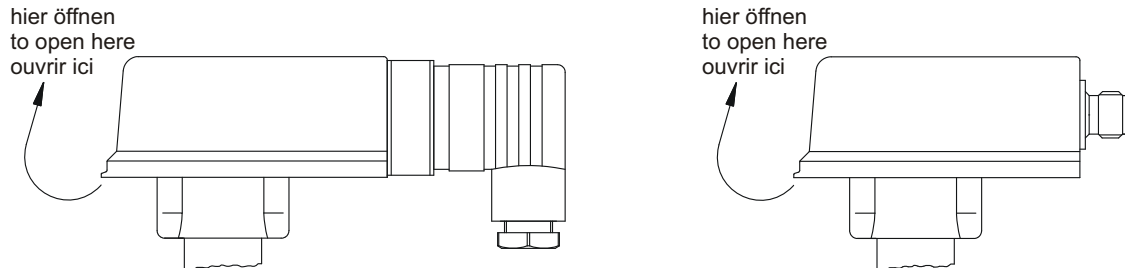

Abb.17
- ☞ Zum Verstellen der Schalteinheit öffnen Sie den Deckel des Schaltkopfes (Abb. 17) (entfällt bei VK3...)